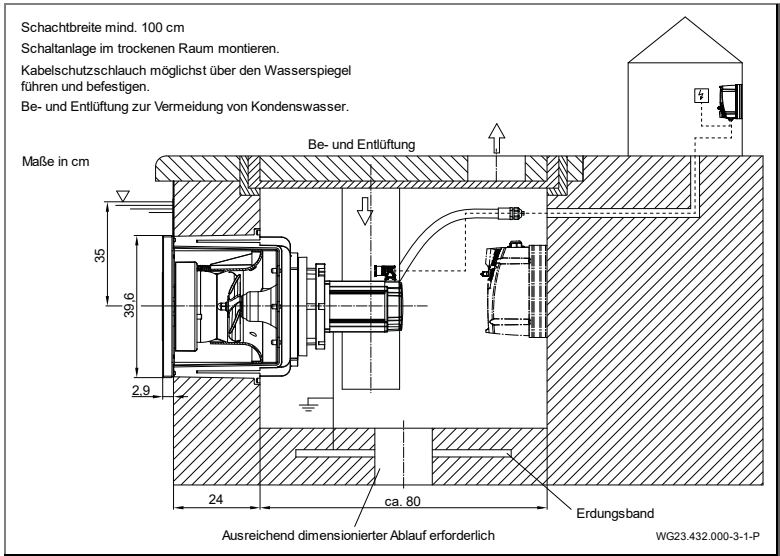

Abb. 17
1. Anschlussstutzen (d, (Abb. 17)) am Kunststoffgehäuse (1) und die Anschlussbuchse vom Kabelschutzschlauch (12) mit PVC-U/ABS-Reiniger entfetten.